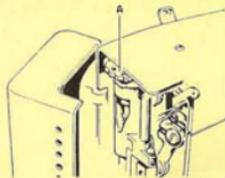

Fig. 11
- rotare il bottone « A » (fig. 11), incorporato nella macchina: il numero visibile verso la placca frontale indica il valore della pressione.